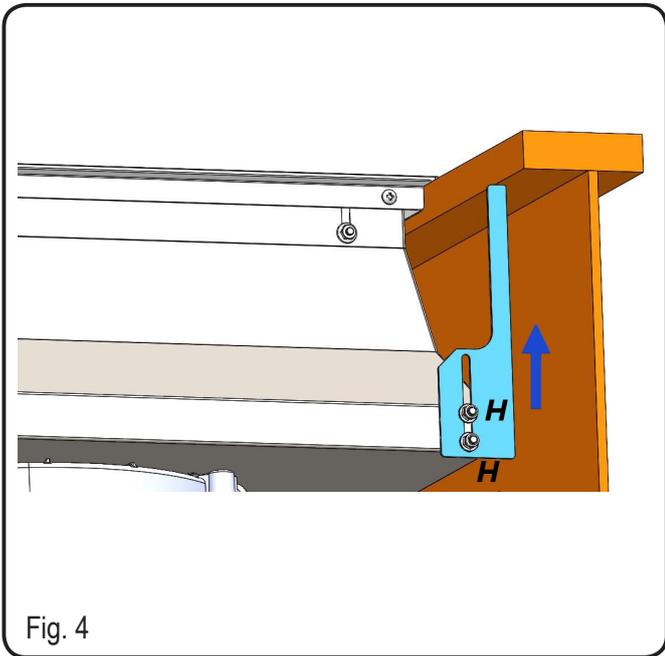
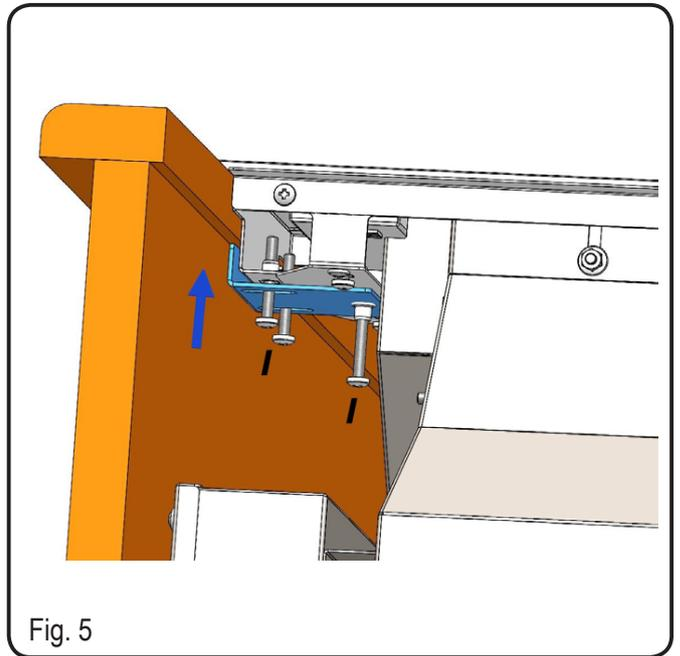

Fig. 4
Fig. 5
5. Fastgør emhætten i kabinettet med de medfølgende beslag. Fortsæt med monteringen af beslagene på emhættens sider i de specifikke kroge, som vist på fig.4-5. Monter de bagerste beslag på begge sider af emhætten, løft dem op, indtil de rører kabinettet og stram herefter møtrikkerne "H" (fig.4). Fastgør det forreste beslag, lad det røre kabinettet, ved at stramme skrueene "I", som vist på fig.5. Træk forsigtigt "I" i hånden, uden brug af elektrisk skruestrækker, så du ikke beskadiger emhætten.